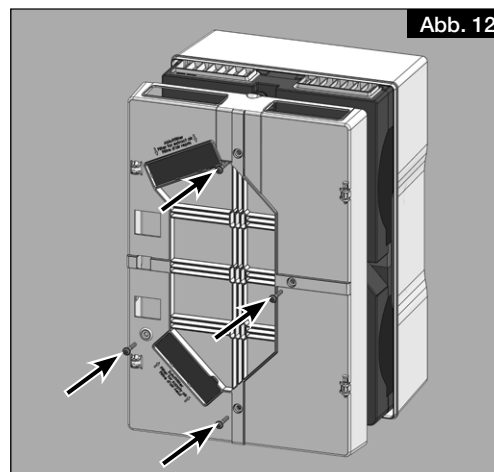

Abb. 12
7. Den Blendenrahmen mit vier Schrauben an dem Gerätekorpus befestigen (siehe Abb. 12).